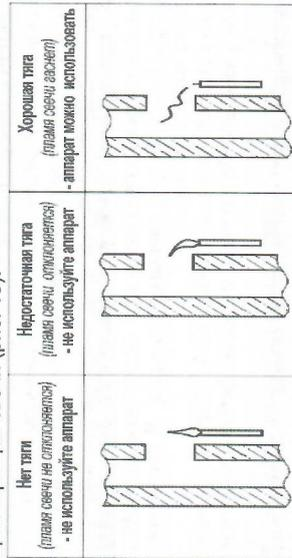

Рис. 15
- Доступный способ проверки наличия тяги в дымоходе без учёта её количественного значения возможен с помощью горячей свечи (рис. 15).